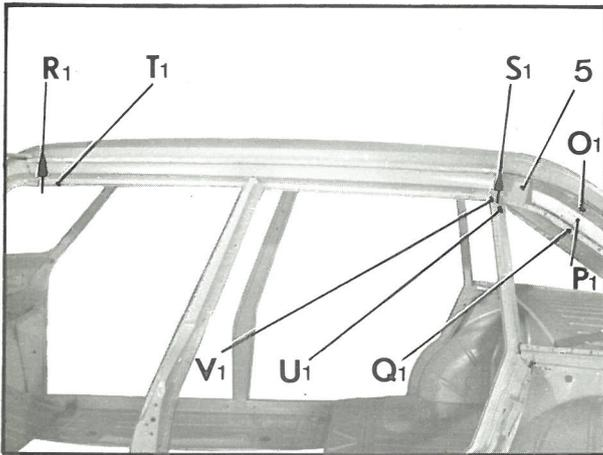
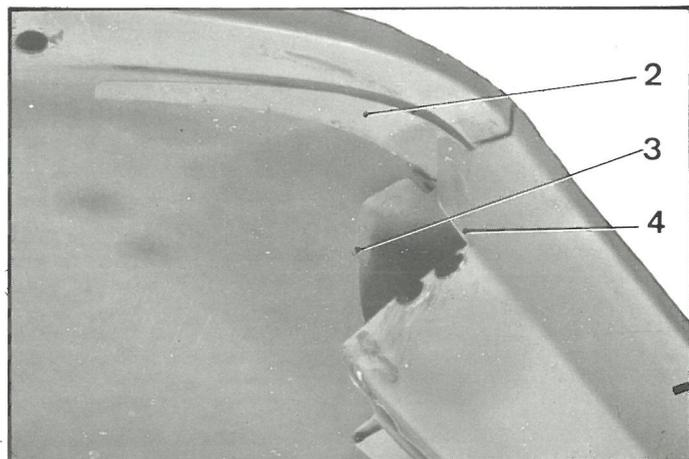
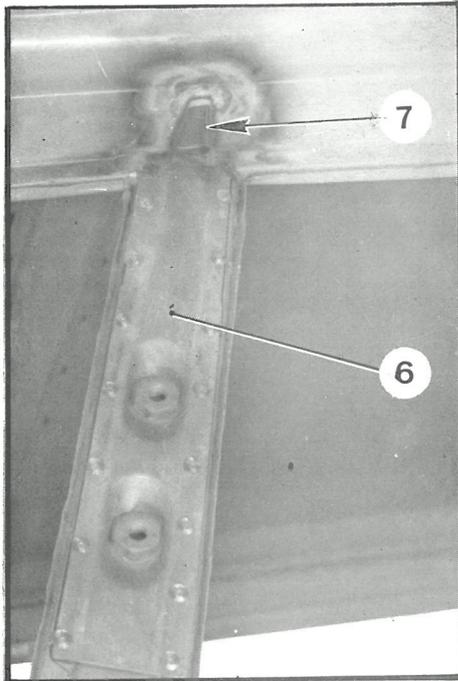

Fig. 8
Fig. 11
Fig. 12
8. Présenter : le brancard latéral (2) (fig. 11), la doublure de rallonge de custode (3) (fig. 11), la rallonge de custode (4) (fig. 11), son renfort (5) (fig. 8), l'embout de pied AR, le renfort de pied milieu (6) (fig. 12), le pied milieu et sa doublure.
10. Repérer sur la rallonge de custode, la position du renfort (6) (fig. 12) de pied milieu et du pied milieu.
- en* O₁ (fig. 8) (deux points)
- en* P₁ (fig. 8) (deux points)
- en* Q₁ (fig. 8) (un point)
13. Avant de la présenter à nouveau sur la caisse; souder par points sur la rallonge de custode, le renfort supérieur de pied milieu (6) (fig. 12) ainsi que le gousset de centrage de pied milieu (7) (fig. 12) d'après les repères tracés au § 10.
- en* R₁ S₁ (fig. 8)
- en* T₁ U₁ (fig. 8)
- en* V₁ (fig. 8) (un point)